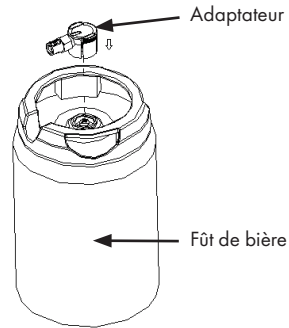

Figure 17
2. Suivez les instructions sur le fût de bière pour installer l'adaptateur (la buse) fourni avec le dispositif (voir figures 17 et 18). Connectez l'adaptateur à la connexion de la tireuse. La connexion à la bière est maintenant branchée (voir Figure 19).